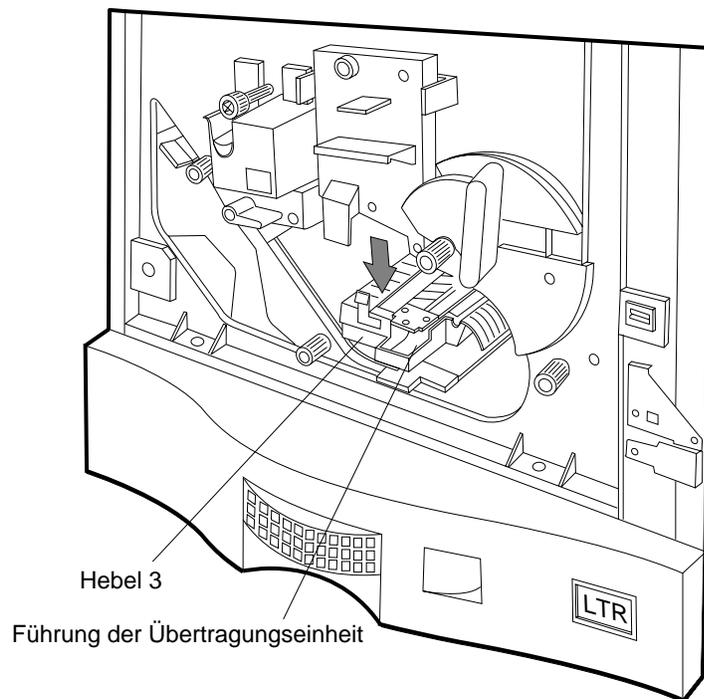

Abbildung A-9 Führung der Übertragungseinheit absenken
8. Setzen Sie die Kappe auf (siehe Abbildung A-9), und entsorgen Sie den Behälter.
2. Ziehen Sie den Hebel 3 heraus und nach unten, und senken Sie gleichzeitig die Führung der Übertragungseinheit ab (siehe Abbildung A-9).